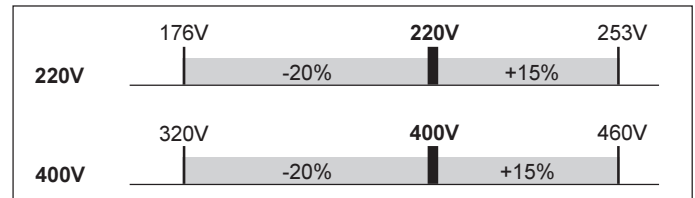

Fig.1a Plage de tolérance de la tension de réseau
Vous pouvez faire fonctionner les MW 2600 / 2600CEL / 3000 (CA/CC) ou TT2600 / 2600CEL / 3000 (CC) avec une tension d'alimentation de 3x400 V. Un modèle spécifique de la MW3000 ou de la TT3000 est également adapté au 3x220 V. Un pré-réglage électronique adapte automatiquement l'appareil à la tension d'alimentation connectée, celle-ci devant se trouver dans la plage de tension indiquée sur la figure 1a.